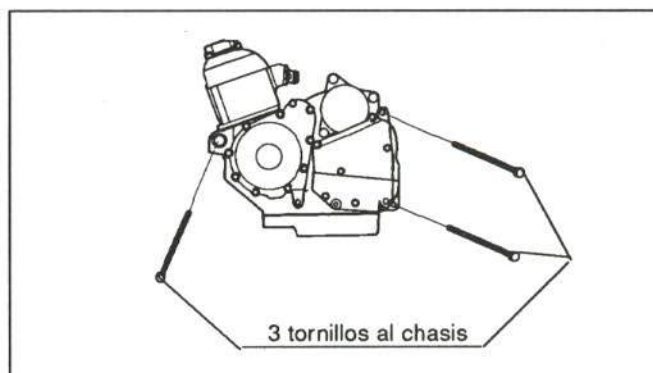

Figura 36.- Unión del motor
El motor va fijado tal y como se muestra en la figura 36.
- Motor (figura 36)